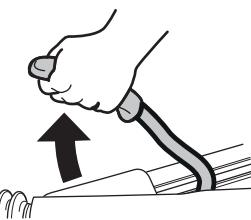

Fig. 8
- Serrer le frein à main et/ou bloquer les pneus avec des cales (Fig. 8).